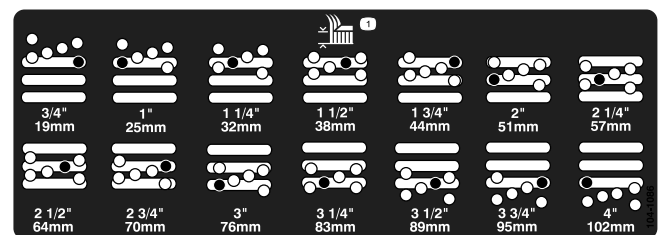

Figure 16
5. Placez la chambre à la hauteur de coupe voulue et mettez l'entretoise dans le trou et la fente correspondant à la hauteur de coupe désignée (Figure 16)